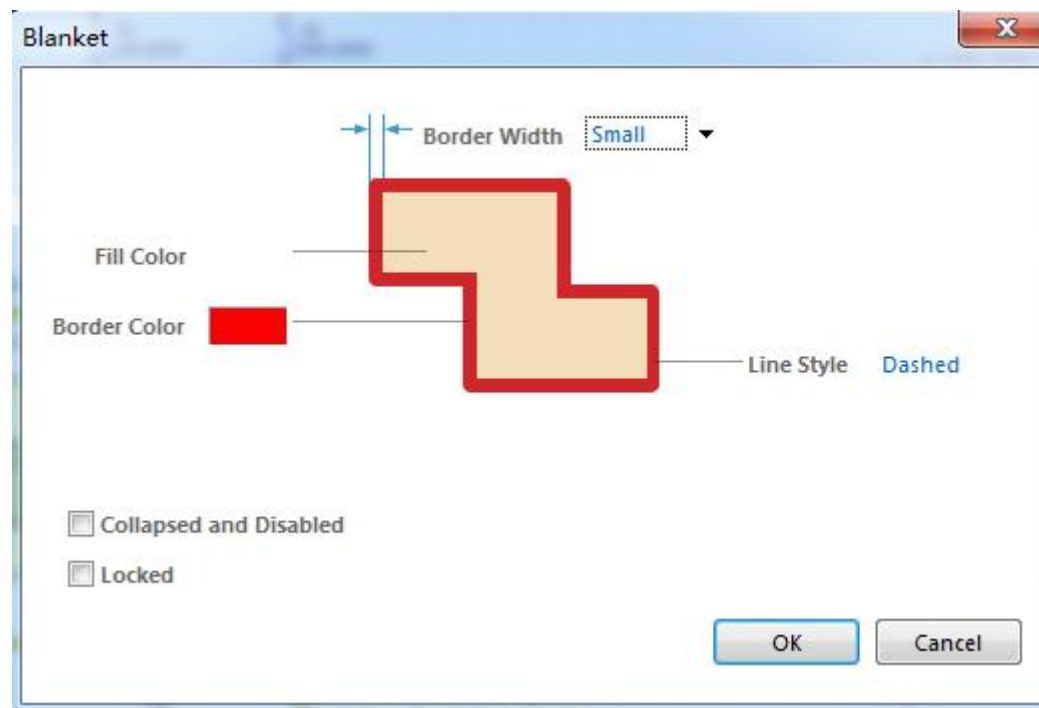

图3-55 Blanket对话框
- 3) 设置覆盖区指示。在放置状态时按**Tab**键，或放置到图纸上后，双击覆盖区指示，系统弹出**Blanket**属性设置对话框，如图3-55所示。设置完毕，单击**Ok**按钮。